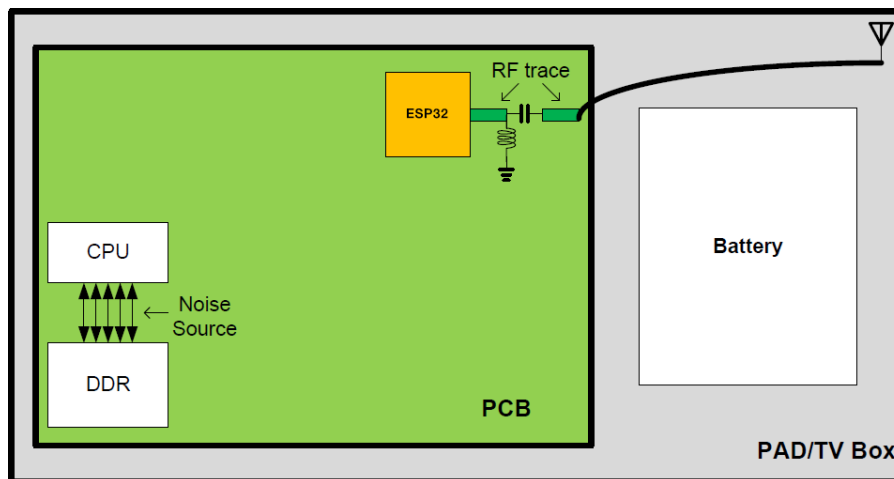

图 29: PAD/TV Box 平面位置规划框架
- 从图 29 中可以看出，ESP32 需在 PCB 边上，远离 CPU 与 DDR，即远离噪声源。从位置上增加距离使得干扰能量随距离增加而衰减，继而减小噪声耦合。